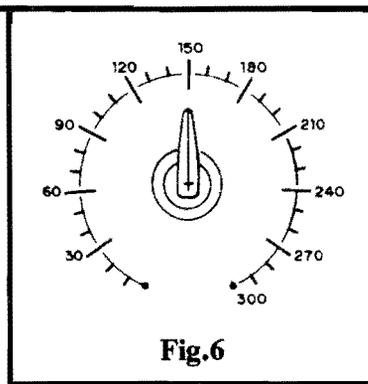

Fig.6
- - Material para confecção de eventual escala graduada (ver fig. 6).
- FIG. 6 - ESCALA PARA O POTENCIÔMETRO (OPCIONAL) - Em aplicações nas quais diversos "pontos" específicos de Temperatura devam ser regulados e modificados de tempos em tempos, talvez seja conveniente dotar o TIPP-2S do sugerido potenciômetro externo, e este de um **dial** ou escala graduada, a ser calibrada com o auxílio de um preciso termômetro... A figura dá uma sugestão genérica, na qual o Leitor pode se basear para a elaboração da **sua** escala específica...